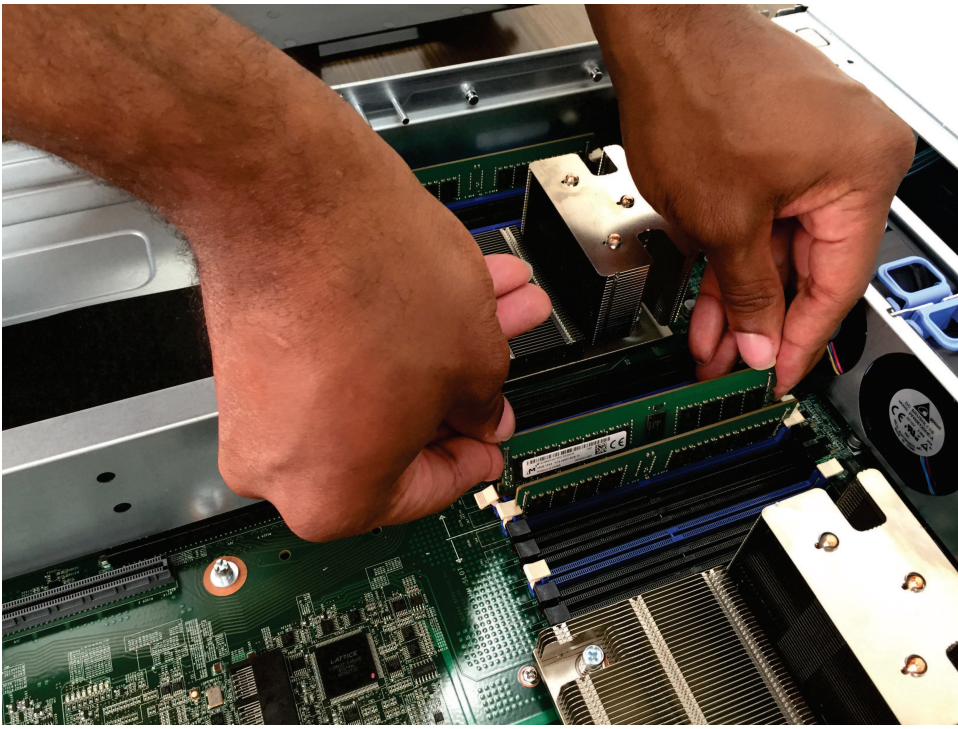

図 79. DIMM の取り付け
6. 図 79 に示すように、DIMM の両端を DIMM コネクターの両端のスロットと位置合わせして、DIMM をコネクターに挿入します。DIMM の両端に同時に圧力を加えて、DIMM をコネクターにまっすぐ押し下げ、しっかり押し込みます。DIMM がコネクターにしっかり装着されると、カチッと音がして保持クリップがロック位置に収まります。